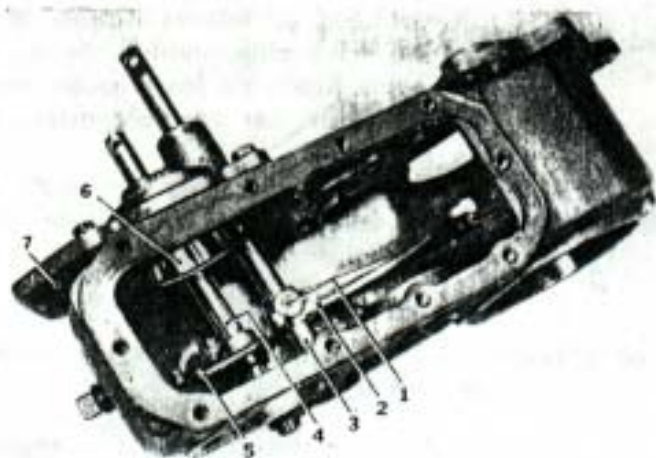

Fig. 297. - Vista interior de la caja de transferencia, sin ejes ni engranajes.
- 16) Desmontar el bulón (1, Fig. 297), de cabeza Allen, que fija la horquilla de cambio de alta y baja (2, Fig. 297) del eje trasero.
Colocar la barra de cambio (4, Fig. 297) del eje delantero en neutro, con lo cual podrá extraerse la barra de cambio (3, Fig. 297) de alta y baja. Retirar la horquilla (2, Fig. 297).
- 17) Girar la horquilla (5, Fig. 297) para presentar el bulón Allen de fijación a la barra, y retirarlo. Desmontar los bulones de la carcasa de alojamiento de las barras de cambio y retirarla conjuntamente con la barra. La horquilla quedará dentro de la caja.
- 18) Si fuese necesario desmontar la cubeta (6, Fig. 297), hacerlo mediante suaves golpes, con un martillo plástico y punzón de bronce.
- 19) Retirar la barra de cambio de la carcasa (4, Fig. 297) cuidando de no perder el resorte y la bolilla correspondiente.
Colocando el resorte, montar la ballesta retén, presionarla con un punzón e introducir la barra más corta y totalmente cilíndrica (4, Fig. 297) en su alojamiento.
- 4) Colocando una junta nueva presentar la carcasa (7, Fig. 297) de alojamiento de las barras al cuerpo de la caja de transferencia, colocar la horquilla de cambio (5, Fig. 297) en la caja, en su posición y armar la carcasa.